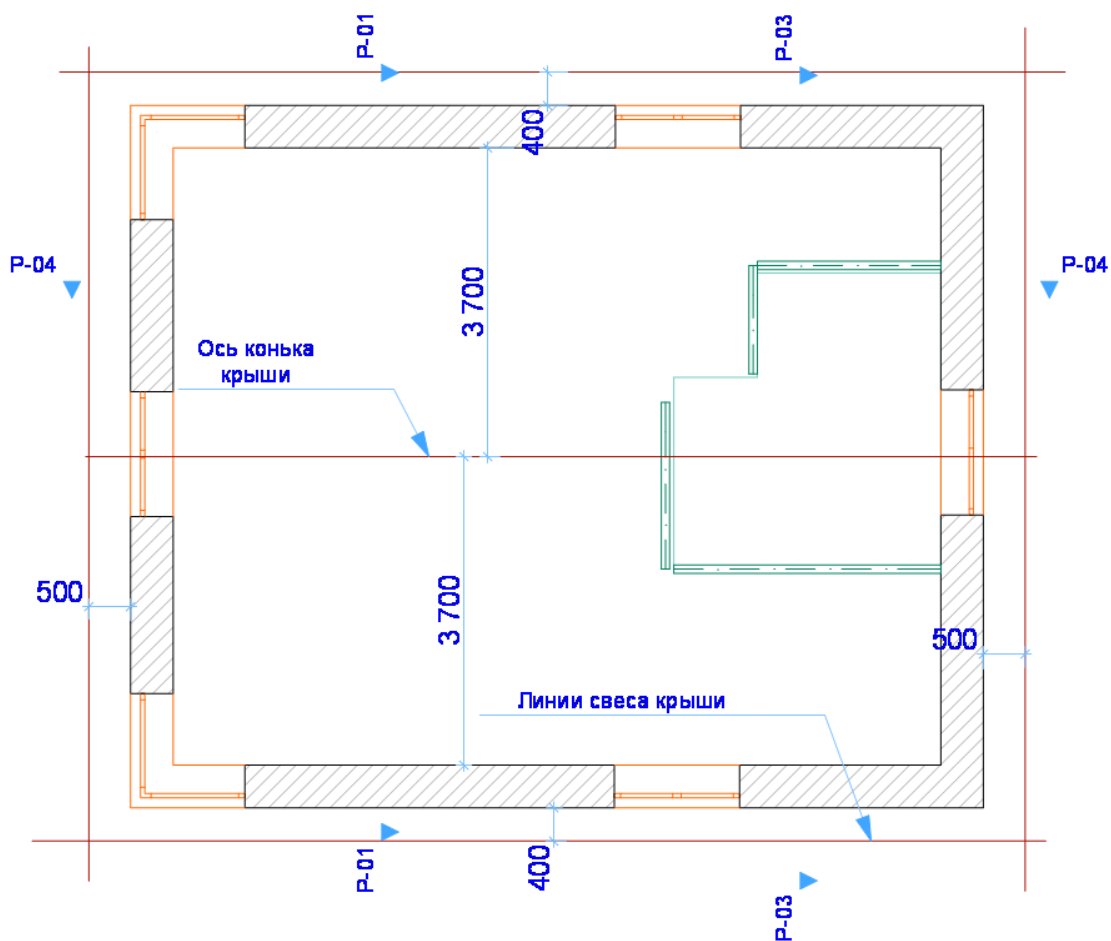

Рис. 3.1. Отрисовка вспомогательных линий для конька крыши и свеса крыши.
1. В 2D окне установить второй этаж. Провести осевую линию расположения конька крыши на расстоянии 3700мм от внутренней поверхности боковой стены ( рис. 3.1.).